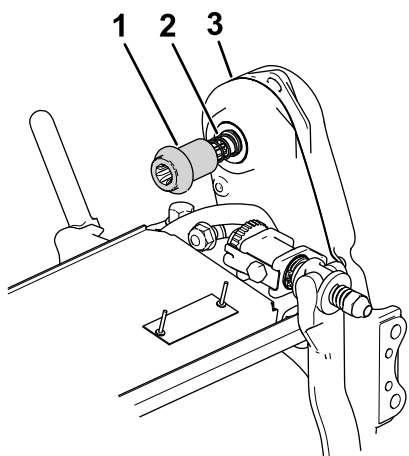

Figura 7
4. Instale el acoplamiento y el muelle en el conjunto de transmisión del molinete de la unidad de corte (Figura 7).
5. Asegúrese de que el acoplamiento (Figura 7) se puede mover fácilmente hacia delante y hacia atrás en el árbol de la transmisión.